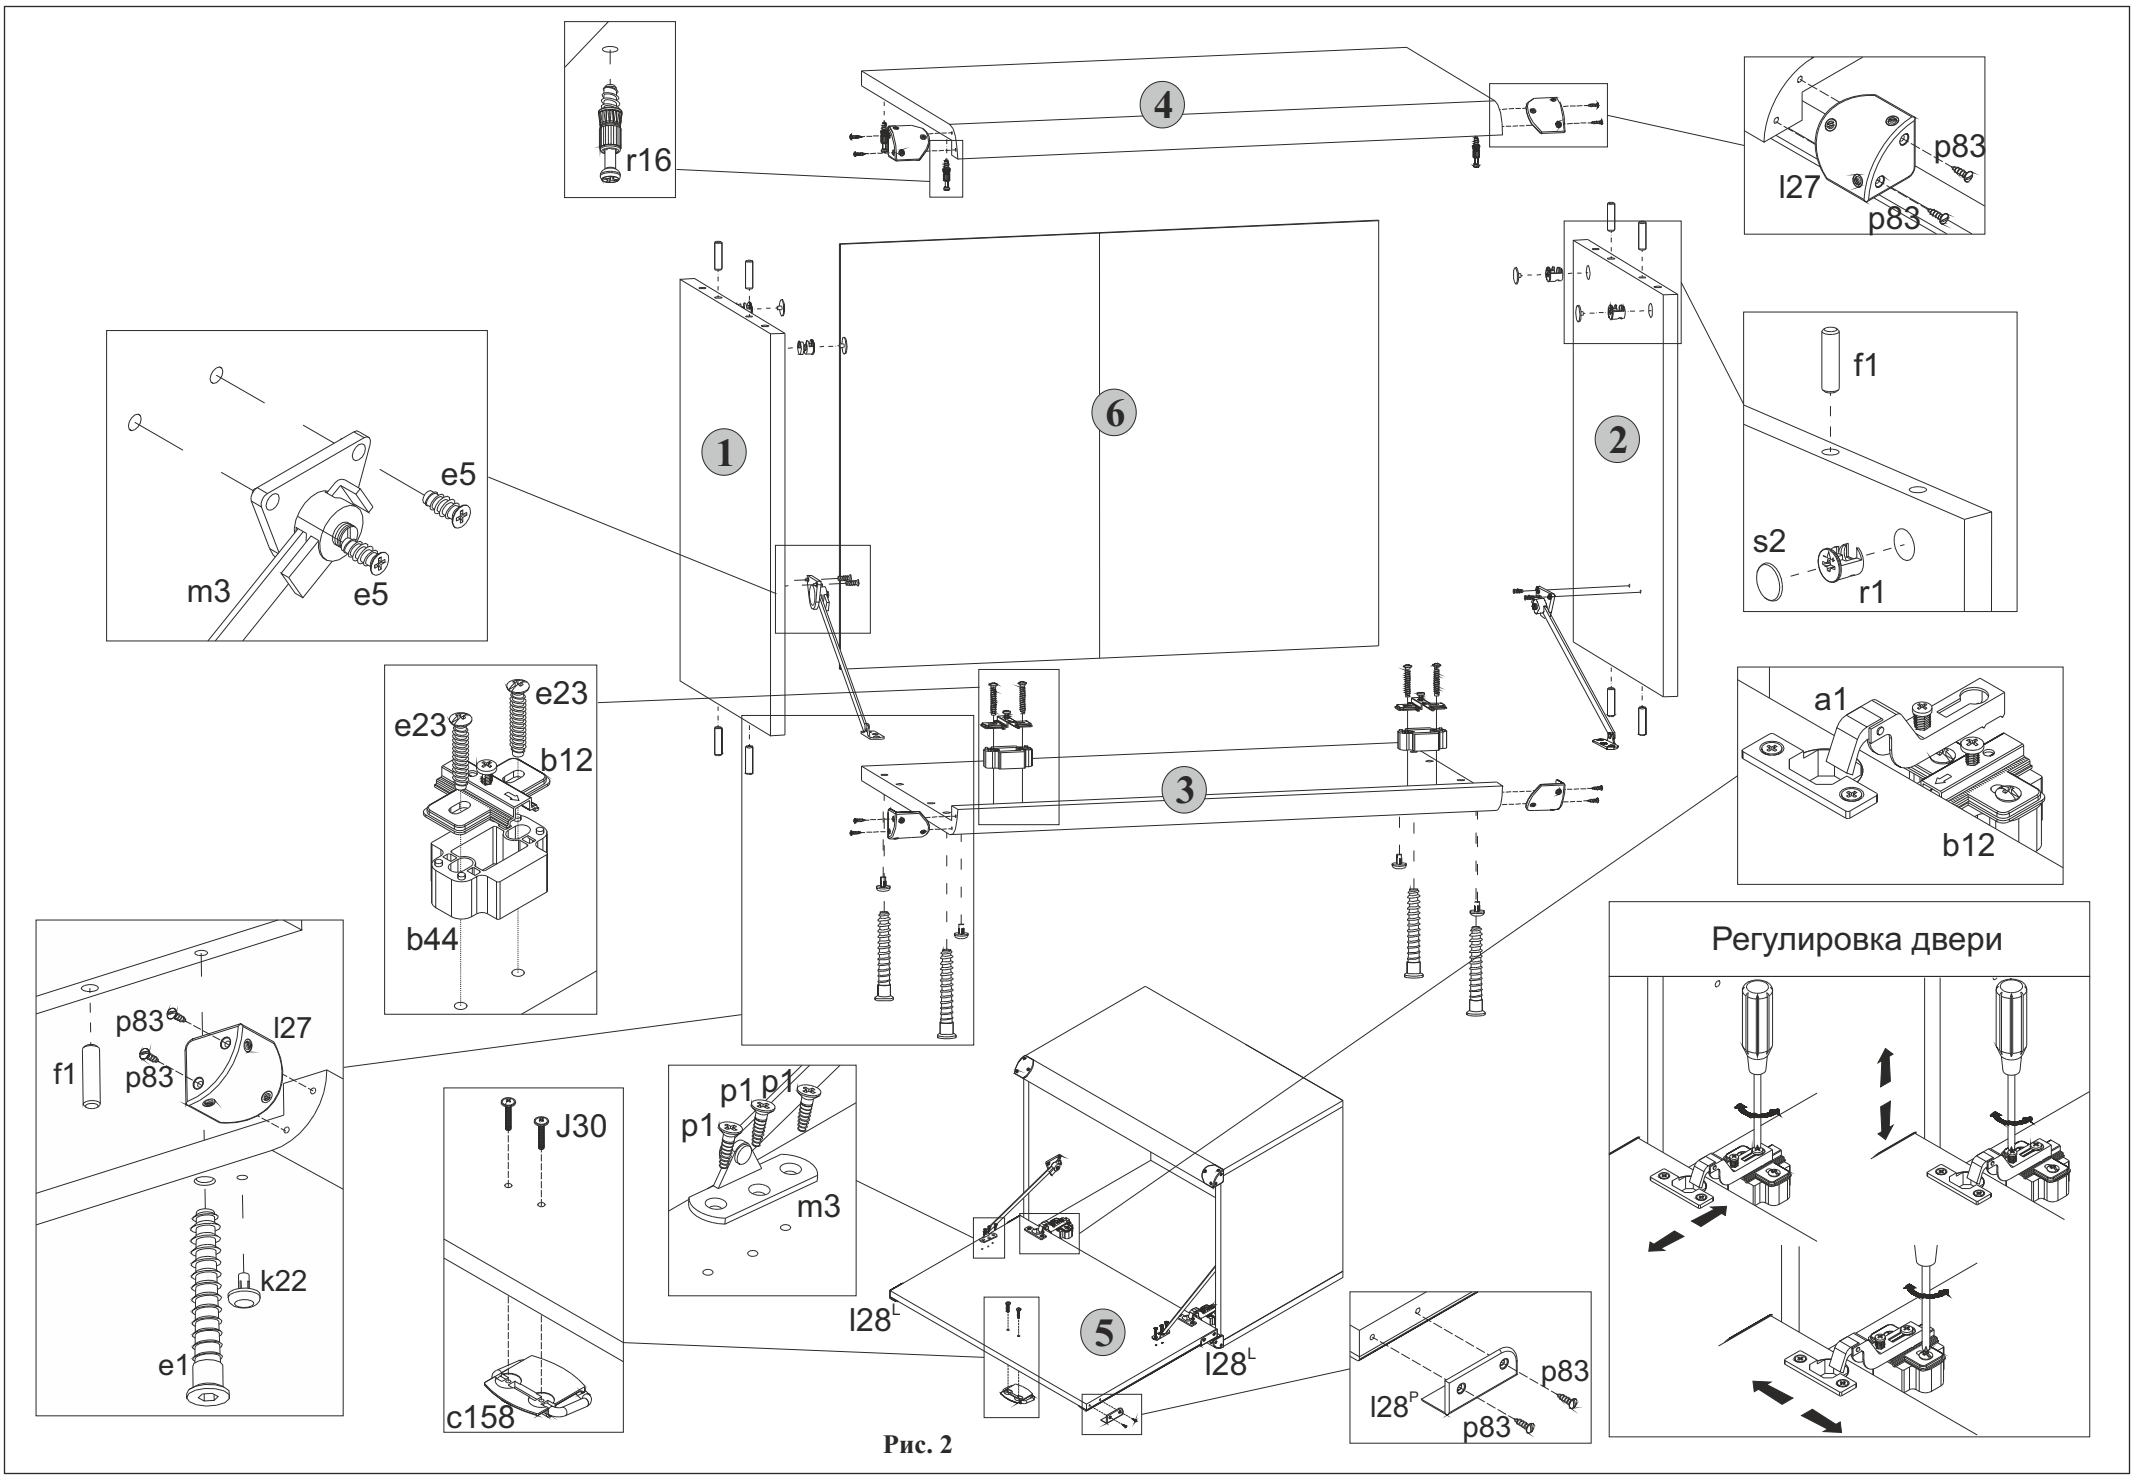

Рис. 2
5.2 В отверстия диаметром **8 мм** на верхних и нижних кромках стенок боковых **1** и **2** вбить деревянные шканты **f1** (**см.рис. 2**).
5.4 В отверстия диаметром **5 мм** на нижней поверхности щита верхнего **4** вкрутить винты стяжки **r16**, пользуясь крестообразной отверткой (**см.рис. 2**).
5.5 На внутренних поверхностях стенок боковых **1** и **2** в отверстия диаметром **15 мм** вставить стяжки эксцентриковые **r1** (**см.рис. 2**).
5.6 В отверстия диаметром **4,5 мм** на нижней поверхности щита нижнего **3** вставить опоры полимерные **k22** (подпятники) (**см.рис. 2**).
5.9 К стенкам боковым **1** и **2** присоединить щит нижний **3** и стянуть еврошурупами **e1**, пользуясь специальным ключом **z1** из комплекта фурнитуры (**см.рис. 2**).
5.12 Положить дверь **5** фасадной поверхностью вниз на ровную поверхность. Закрепить на двери петли шарнирные **a1**, пользуясь крестообразной отверткой (**см.рис.2**).
5.13 Навесить дверь на корпус тумбы, совместив петли шарнирные **a1** с направляющими петель **b12** (**см.рис.2**). При необходимости отрегулировать положение двери вращая регулировочные винты, как показано на **рисунке 2**.